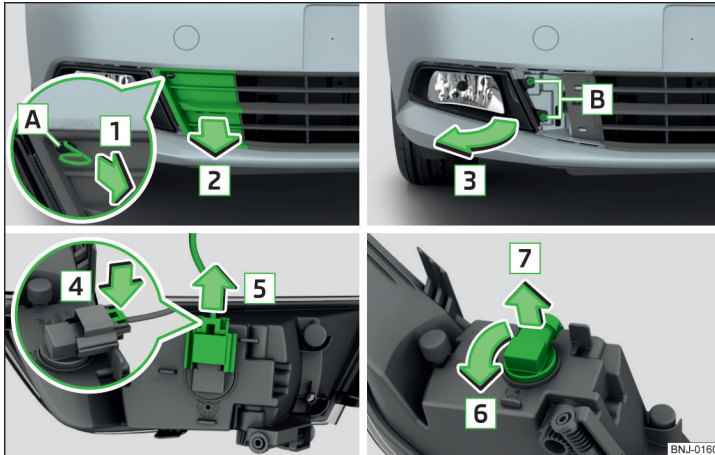

Abb. 204 Nebelscheinwerfer ausbauen / Glühlampe für Nebelscheinwerfer wechseln
- Das Schutzgitter durch Ziehen am Haken in Pfeilrichtung **1** » Abb. 204 lösen.
- Die Verriegelung am Stecker in Pfeilrichtung **4** » Abb. 204 eindrücken.
- Den Nebelscheinwerfer entgegen der Pfeilrichtung **3** » Abb. 204 einsetzen und festschrauben.